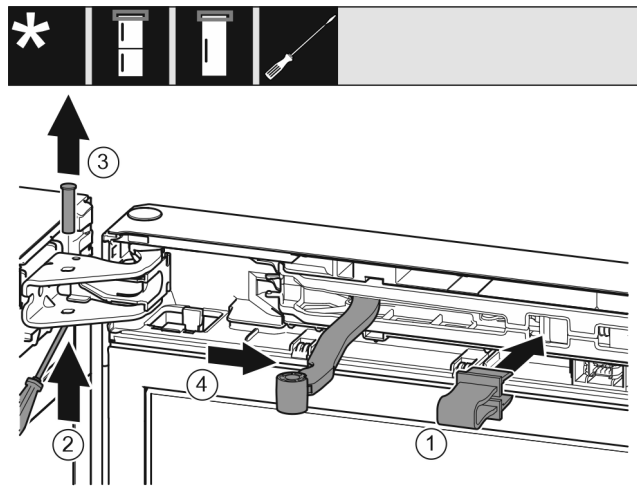

Fig. 6
- Varovalo zataknite v odprtino. Fig. 6 (1)
- Sornik potisnite ven z izvijačem. Fig. 6 (2)
- Sornik izvlecite v smeri navzgor. Fig. 6 (3)
- Zgibni del zavrtite v smeri vrat. Fig. 6 (4)